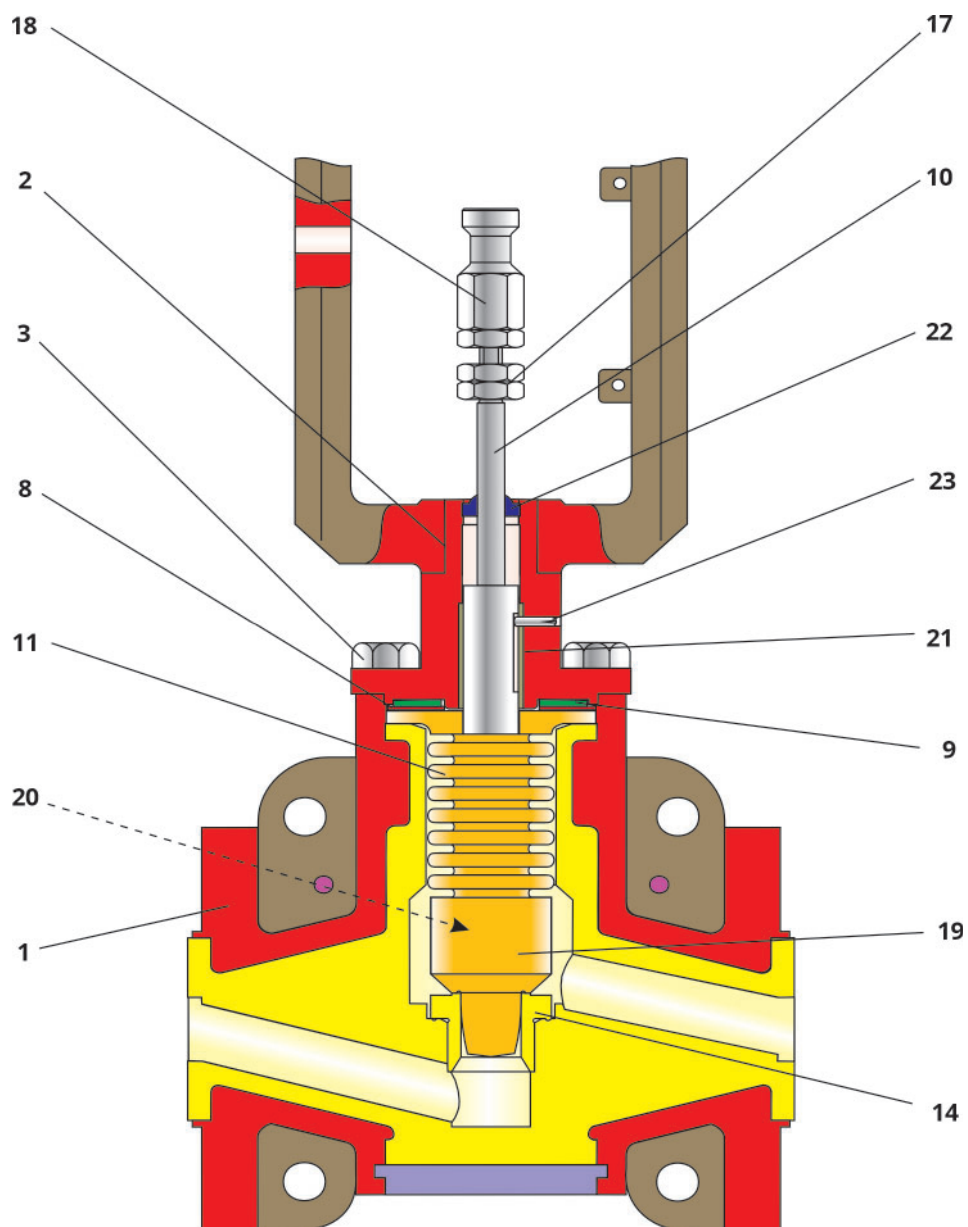

Bild 3-2: Schnitt durch ein Mikroventil bis Baujahr 2015
- ⇒ Kegel (19) auf Faltenbalg (11) schieben.
- ⇒ Verbindung zwischen Kegel und Faltenbalg mit einer bis zum Anschlag eingeschobenen PTFE-Schnur (20) sichern. Den überstehenden Rest der Schnur mit einem scharfen Messer bündig abschneiden.
- ⇒ Druckscheibe (8) und Tellerfeder (9) auf die Oberseite des Flansches der Balgeneinheit (11) platzieren. Anordnung der Bauteile ist der Zeichnung Bild 3-2 zu entnehmen.
- ⇒ Loctite auf Glycodur-Buchse (21) auftragen.